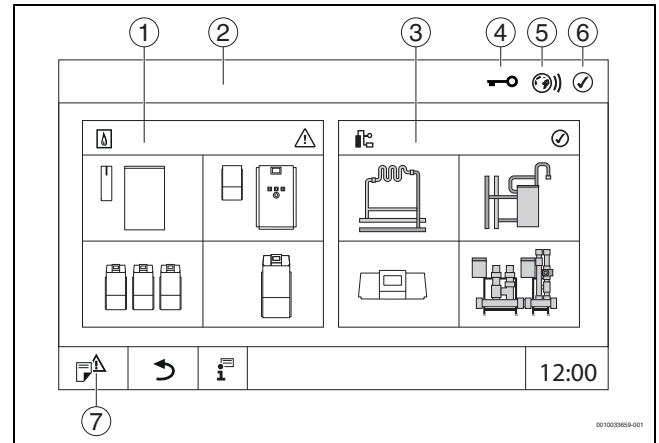

Рис. 8 Обзор системы (пример)
- ▶ коснитесь **установка** (→ рис. 8, [3], стр. 17).